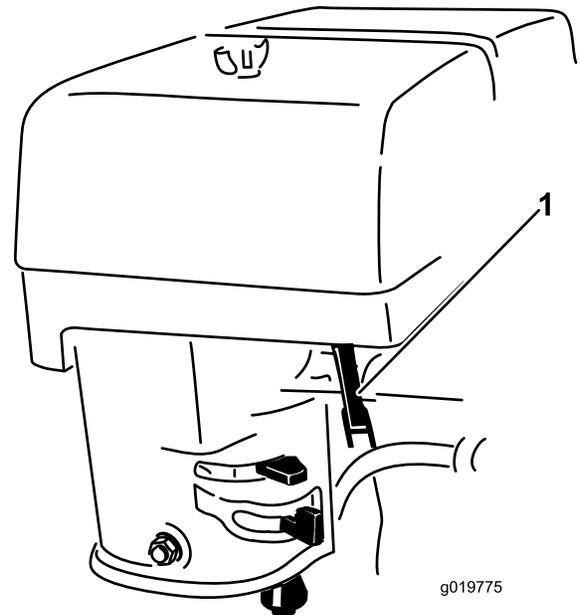

Figura 15
4. Ponga la palanca del acelerador en un punto intermedio entre las posiciones de LENTO (tortuga) y RÁPIDO (conejo) (Figura 15).